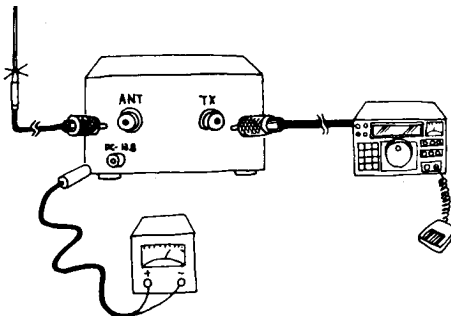

Рис. 2
2. Для подсветки шкалы измерительного прибора соедините прилагаемый кабель питания постоянного тока между источником питания и разъемом DC на задней стенке прибора, как показано на рис. 2. Напряжение источника постоянного тока должно составлять 11 - 15 В. Красный провод должен быть соединен с положительным, а черный провод - с отрицательным полюсом источника.